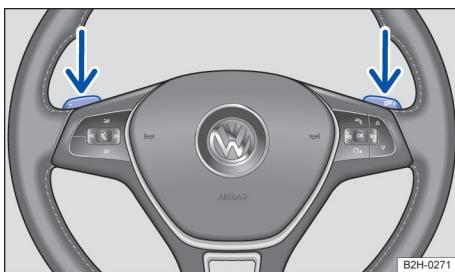

Fig. 101 Volante com seletores basculantes do Tiptronic.
- Puxar o seletor basculante direito na direção do volante, para acelerar → Fig. 101.